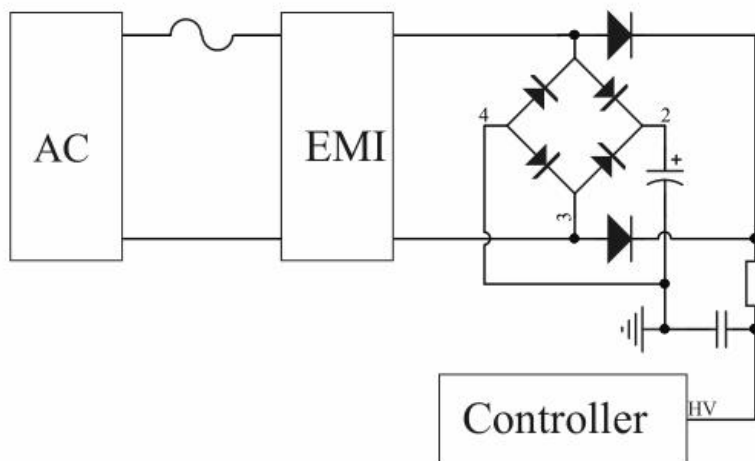

图 1：高压启动电路
DK025G 包含多功能高压 (HV) 引脚。为达到快速启动，内部集成了高压启动电路，可以快速启动电源同时能够有效降低待机功耗，如图 1 所示，能够快速准确监测输入电压，在输入掉